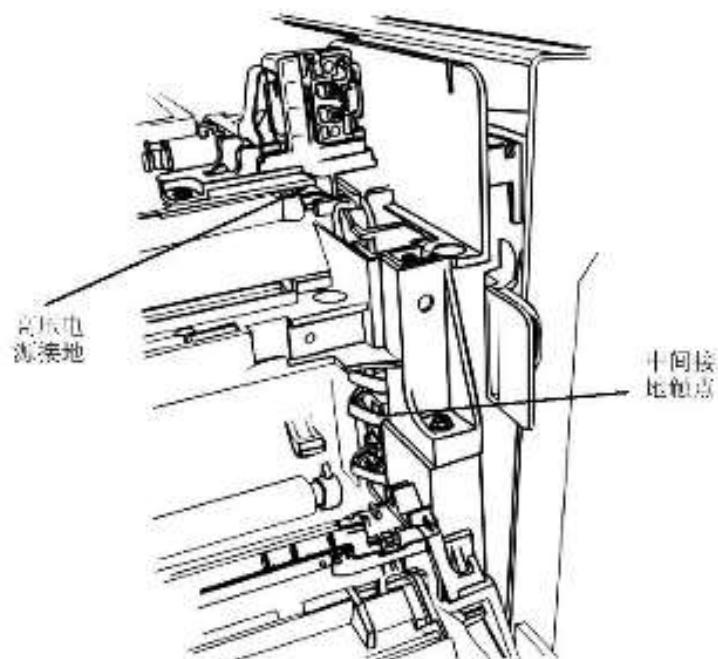

图4 高压电源和转印机接地
润滑定影器轴承 (图 4)。参考第 6 部分工具和耗材表中的润滑剂制作图表本，制作图表本时都有噪声。
- 红表棒接高压电源接地(图4)。
- 红表棒接中间接地触点(图4)。